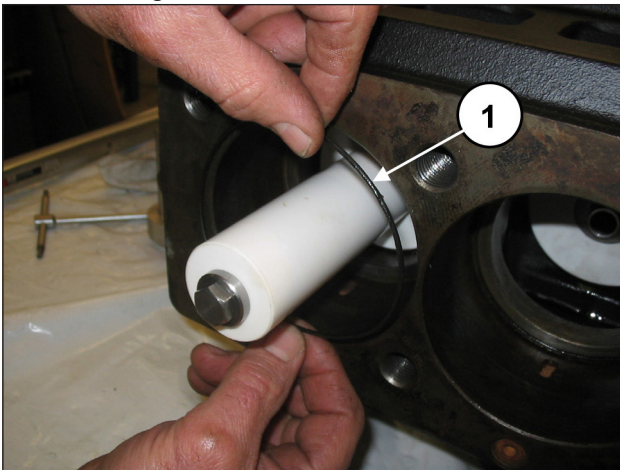
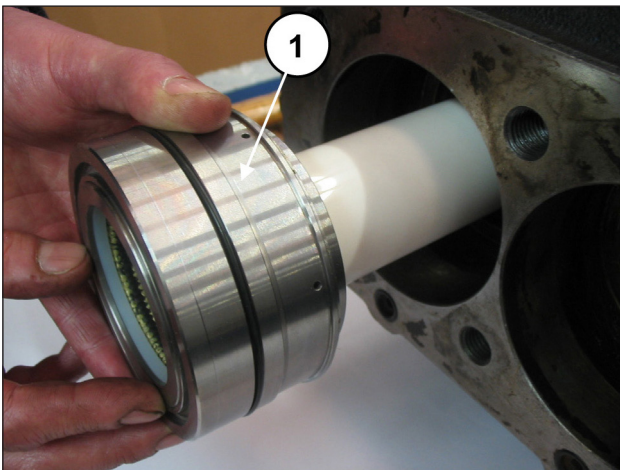

Abb. 184
Abb. 185
Montieren Sie den O-Ring in das Pumpengehäuse (Pos. ①, Abb. 184) und anschließend die Gruppe Buchse-Dichtungshalter (komplett mit demselben O-Ring), die zuvor bis auf Anschlag montiert wurde (Pos. ①, Abb. 185).